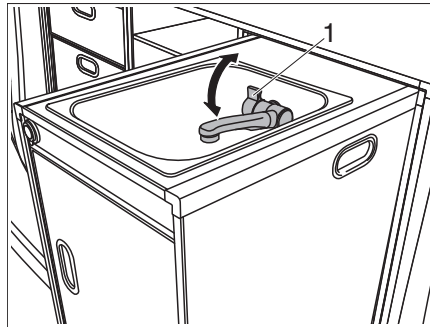

Bild 44 Spülbecken mit Wasserhahn
Das Fahrzeug ist mit einem eingebauten Wasserkanister ausgestattet. Eine elektrische Wasserpumpe pumpt das Wasser an den Wasserhahn (Bild 44,1). Durch Öffnen des Wasserhahns schaltet sich die Wasserpumpe automatisch ein und pumpt Wasser zur Entnahmestelle.
- Wasserhahn (Bild 44,1) drehen.
- Wasserhahn (Bild 44,1) zurück drehen.